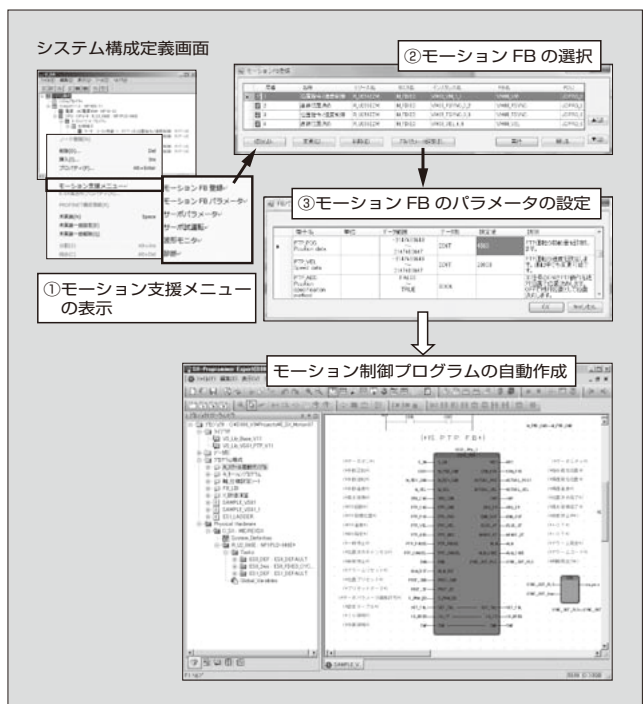

図 4 支援ツール「SX-Programmer Expert」の自動プログラミング機能
モーション制御プログラムの核となるモーション FB を支援ツール内に標準命令として搭載し、自動的にプログラミングできる機能を追加した。ユーザは、次に示す手順で簡単にモーション制御プログラムを作成できる（図 4）。
- (a) システム構成定義画面からモーション支援メニューを表示する（図 4 ①）。
- (b) 適用するモーション FB を選択する（図 4 ②）。
- (c) モーション FB の各パラメータを設定する（図 4 ③）。